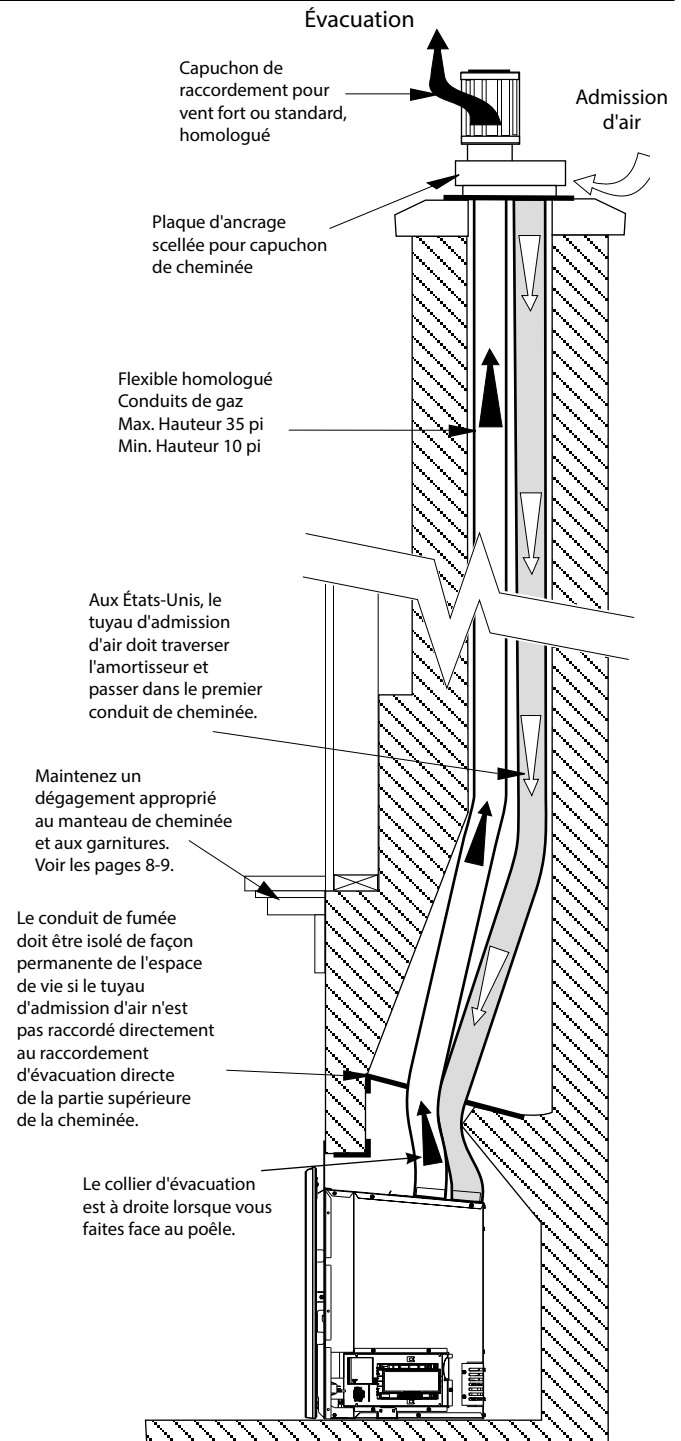

Figure 6.1. Configuration de l'évacuation pour foyer de maçonnerie.
- La hauteur minimale du capuchon de raccordement du haut de l'unité doit être d'au moins 10 pi (3,05 m), et la hauteur maximale ne doit pas dépasser 35 pi (10,67 m). Voir les figures 6.1 - 6.2.
Cet appareil doit être ventilé par la cheminée à l'aide d'une paire de tuyaux flexibles en aluminium de 3 pouces homologués pour être utilisés avec des appareils à gaz. Un conduit est fixé à l'orifice d'évacuation sur le haut de l'unité et transportera les gaz d'échappement à l'extérieur de la maison. Ce conduit d'évacuation doit s'étendre sur toute la longueur de la cheminée et être directement relié au capuchon de raccordement de la cheminée. Voir les figures 6.1 - 6.2.
Si le flexible d'admission d'air ne s'étend pas sur toute la longueur de la cheminée et n'est pas relié à l'unité et au capuchon de raccordement - UNE PLAQUE D'OBTURATION NON COMBUSTIBLE DOIT ÊTRE CONSTRUITE ET INSTALLÉE AU-DESSUS DE L'UNITÉ SOUS L'EXTREMITÉ DU CONDUIT D'ADMISSION (normalement au niveau de la zone d'amortissement). Voir figure 6.1.